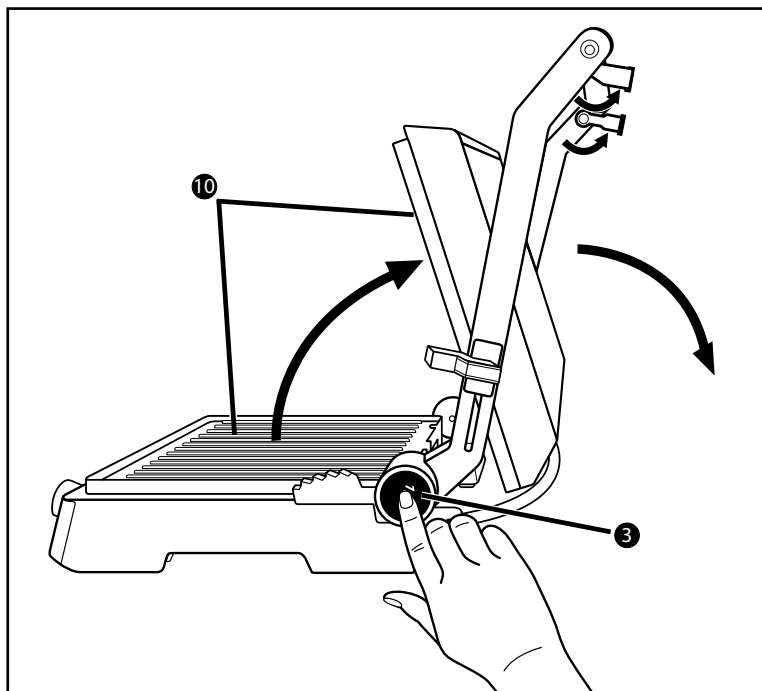

Fig. 1
- 1) Abra os dois pés de apoio 1 (fig. 1).
- 2) Carregue na tecla de desbloqueio 180° 3 (fig. 1) e abra a tampa do aparelho de tal forma que ambas as placas de aquecimento 10 possam ser utilizadas como grelhador de mesa.